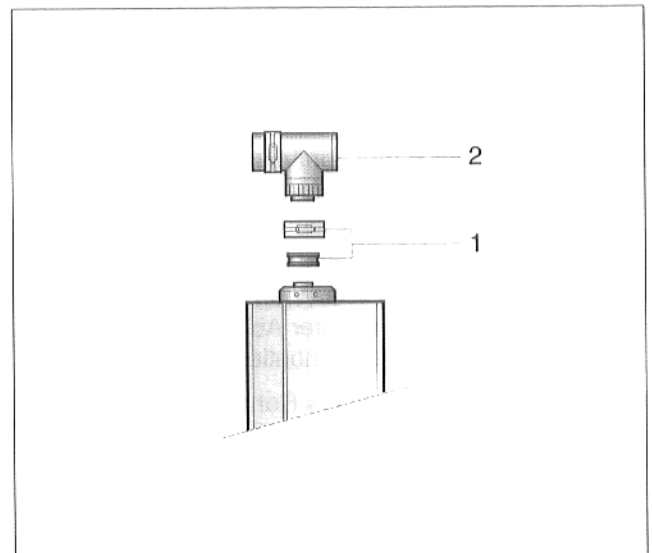

Abb. 14 Montage Kesselanschluß U104 WG/WKG
- Silikonmanschette und Klemmband (Abb. 14, Pos. 1) über konzentrische Anschlußplatte schieben
- Revisions-T-Stück (Abb. 14, Pos. 2) aufstecken und mit Silikonmanschette und Klemmband Verbindungsstelle verschließen.